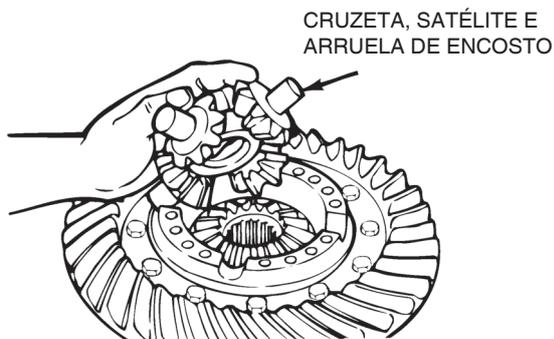

Figura 5.23
12. Instale a cruzeta do diferencial, satélites e as suas arruelas na caixa dos satélites metade com flange. Figura 5.23.